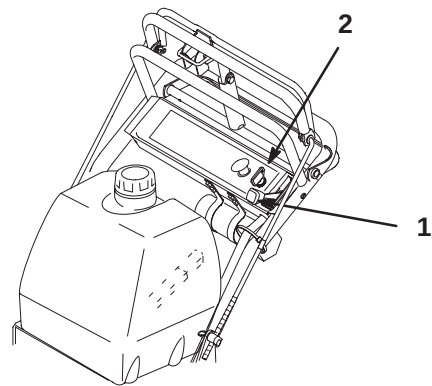

Bild 15
1. Stellen Sie den Gashebel auf **Langsam** (Bild 15).
3. Drehen Sie den Zündschlüssel auf „Aus“ (Bild 15).